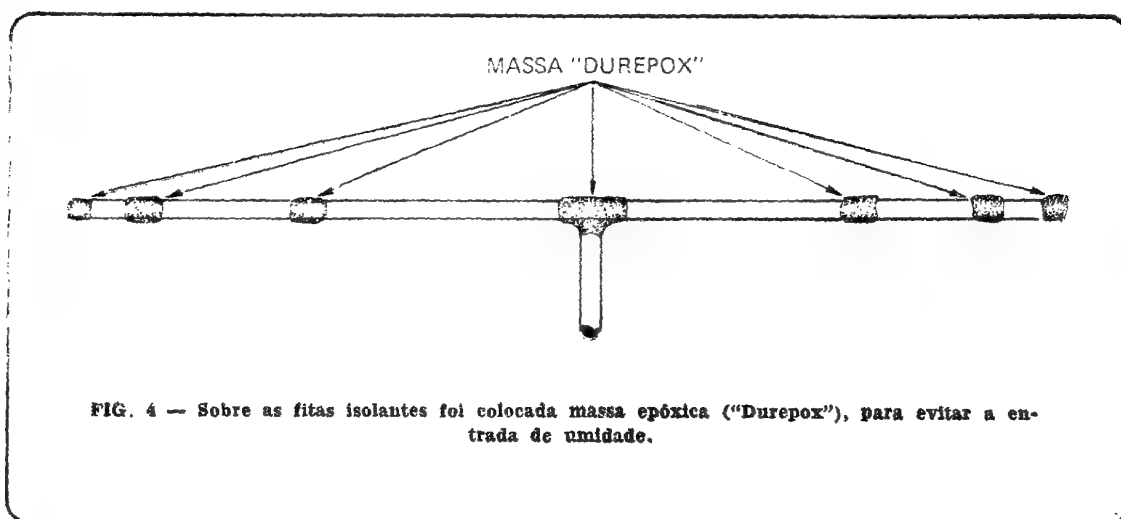

FIG. 4 — Sobre as fitas isolantes foi colocada massa epóxica ("Durepox"), para evitar a entrada de umidade.
- Interliguei a linha de alimentação no centro da antenna (Fig. 3) e isolei todas as emendas com fita isolante de autofusão, aplicando, em seguida, massa "Durepox" sobre as mesmas para evitar a penetração de umidade (Fig. 4), procurando dar no centro da antenna a forma de um isolador central, que já iria facilitar
— Interliguei os "baluns" nas extremidades de antena e a linha de alimentação no seu centro — fig. 3 — isolei todas as emendas com fita isolante de autofusão, aplicando, em seguida, massa de "Durepox" sobre as mesmas para evitar a penetração de umidade — fig. 4 — procurando dar no centro a forma em "T" de um isolador central.
Fig. 4 - Sobre as fitas isolantes foi colocada massa epóxica (Durepox) para evitar a entrada de umidades. Obs.: antes de aplicar massa epóxica nas pontas dos "baluns", convém colocar isoladores, tipo castanha, para fixação da antena. Outra solução é embutir na massa a extremidade de laços de tralha de nylon ou propileno, com igual finalidade de fixação da antena.
Após um demorado estudo do assunto (por felicidade, disponho da literatura completa da Collins) resolvi fazer um modelo experimental, cuja operação excedeu as minhas melhores expectativas, e creio ser a solução do problema da sintonia da "longwire". Substituí o transformador de R.F. (L1) por um indutor fixo, com derivações selecionadas por uma chave de onda (um pólo e onze posições). A Fig. 4 traz o arranjo que adotei.